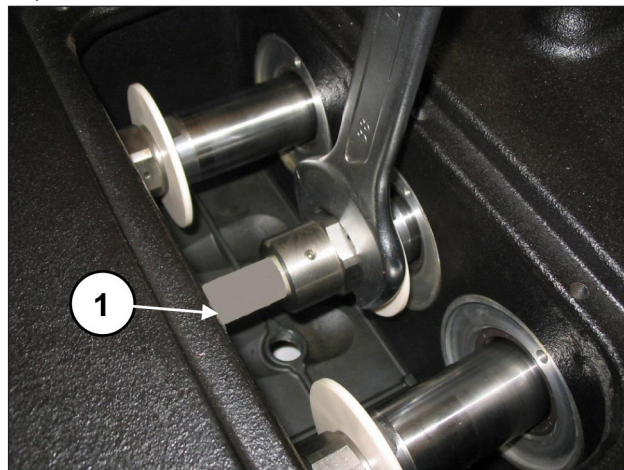
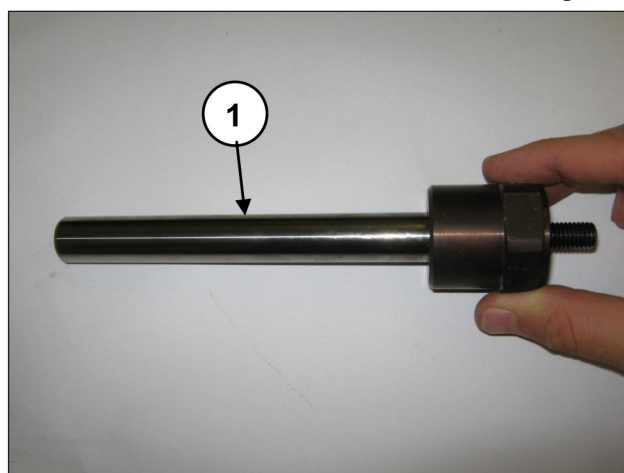

Fig. 108
Fig. 109
Remova os pistões com uma chave fixa (pos. ①, Fig. 108) e controle o seu estado de desgaste (pos. ①, Fig. 109). Substituí-los, se necessário.